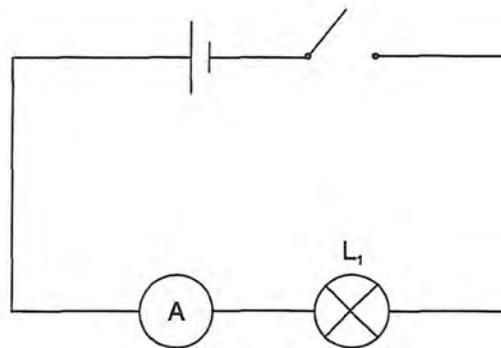

Figure 5.2
4.1. Réaliser le circuit de la figure 5.2 en ayant soin de raccorder la borne positive de la pile à la douille 20 A du multimètre à l'aide du fil rouge, et la borne COM à l'ampoule L_1 par l'intermédiaire du fil noir. Amener le sélecteur tournant sur la gamme DCA et sélectionner le calibre 20 A.